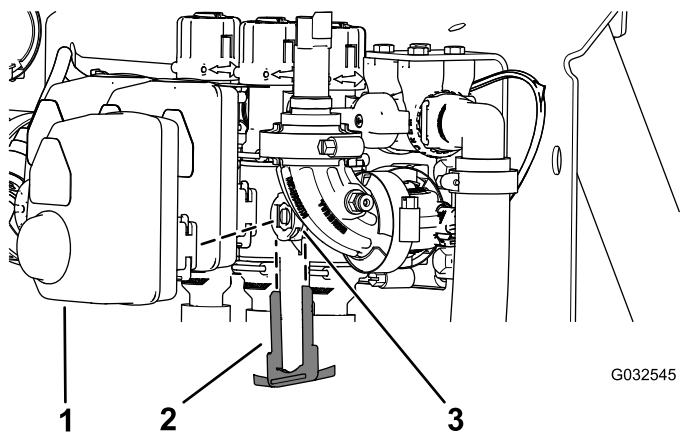

Рисунок 122
2. Снимите держатель, который крепит привод к коллекторному клапану секции или клапану перемешивания (Рисунок 122).